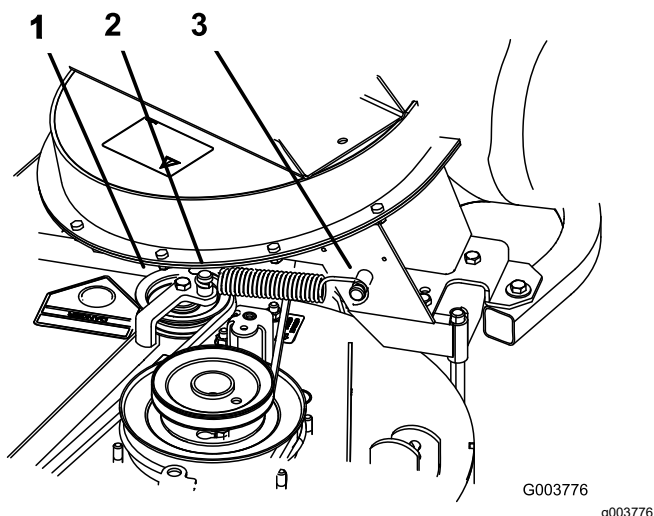

Figura 45
8. Instale el muelle según se muestra en Figura 45.